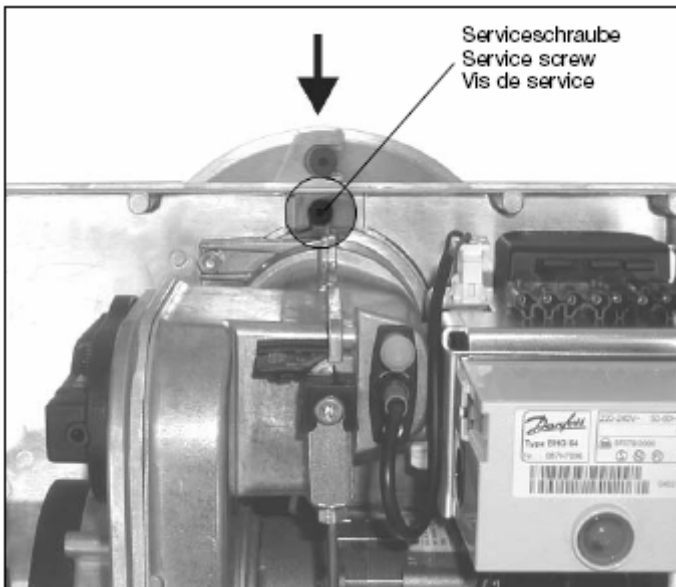

Рисунок 8
- Сервисный винт (см. рис. 8) и фланец с трубкой горелки отпущены для снятия.
Отпустите сервисный винт на пол оборота при помощи 4 мм. шестигранного торцевого ключа (см. рис. 8). Поверните горелку влево и отсоедините ее от трубки горелки. После этого замените ее в нерабочем положении.
- Отпустите винт 2 при помощи 4 мм. шестигранного торцевого ключа и снимите дефлектор (см. рис. 8).